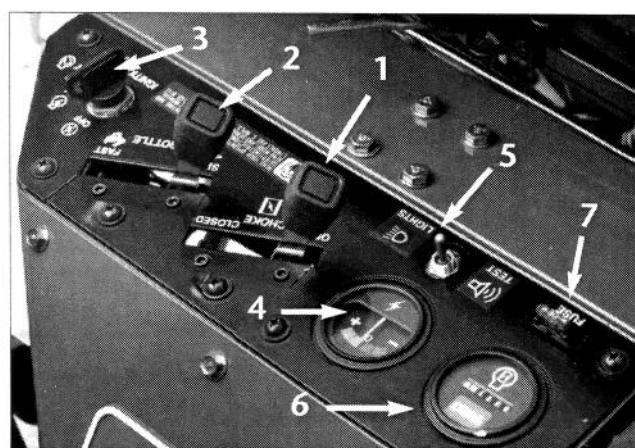

Figure 6
**COMMANDE DES GAZ** (Fig. 6)—La commande des gaz contrôle le régime du moteur. Déplacer la commande vers FAST (RAPIDE) pour accroître le régime du moteur; la déplacer vers SLOW (LENT) pour diminuer le régime.
**STARTER** (Fig. 6)—Pour démarrer un moteur froid, fermer le volet de starter du carburateur en poussant la commande de starter vers l'avant jusqu'à CLOSE (FERME). Lorsque le moteur a démarré, réguler le starter afin que le moteur tourne régulièrement. Ouvrir le volet du starter dès que possible en tirant la commande de starter vers l'arrière jusqu'à OPEN (OUVERT). Un moteur chaud n'a pas ou presque pas besoin du starter.
**CONTACTEUR D'ALLUMAGE** (Fig. 6)—Insérer la clé dans le contacteur et la tourner dans le sens des aiguilles d'une montre jusqu'à START (DEMARRE) pour mettre le moteur en route. Relâcher la clé dès que le moteur
**AMPEREMETRE** (Fig. 6)—Indique le régime de charge et de décharge de la batterie.
**FUSIBLE** (Fig. 6)—Le fusible de 20 A fait partie du circuit électrique.
(Fig. 6)—De la position centrale, déplacer le commutateur en arrière pour contrôler le fonctionnement de l'alarme du détecteur de fuite et du temporisateur. Déplacer le commutateur vers l'avant pour actionner les phares en option.
**COMPTEUR HORAIRE** (Fig. 6)—Indique le nombre d'heures total d'utilisation de la machine. Le compteur horaire se déclenche chaque fois que la clé de contact est mise sur ON (MARCHE).
## MANETTE DE REGLAGE DU SIEGE (Fig. 6)